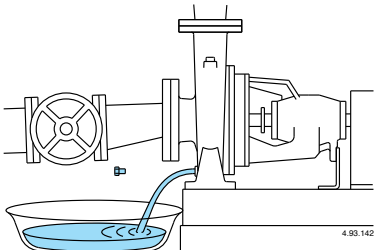

Fig. 9 Scarico.
**Quando la pompa rimane inattiva deve essere svuotata completamente se esiste il pericolo di gelo Fig. 9.**